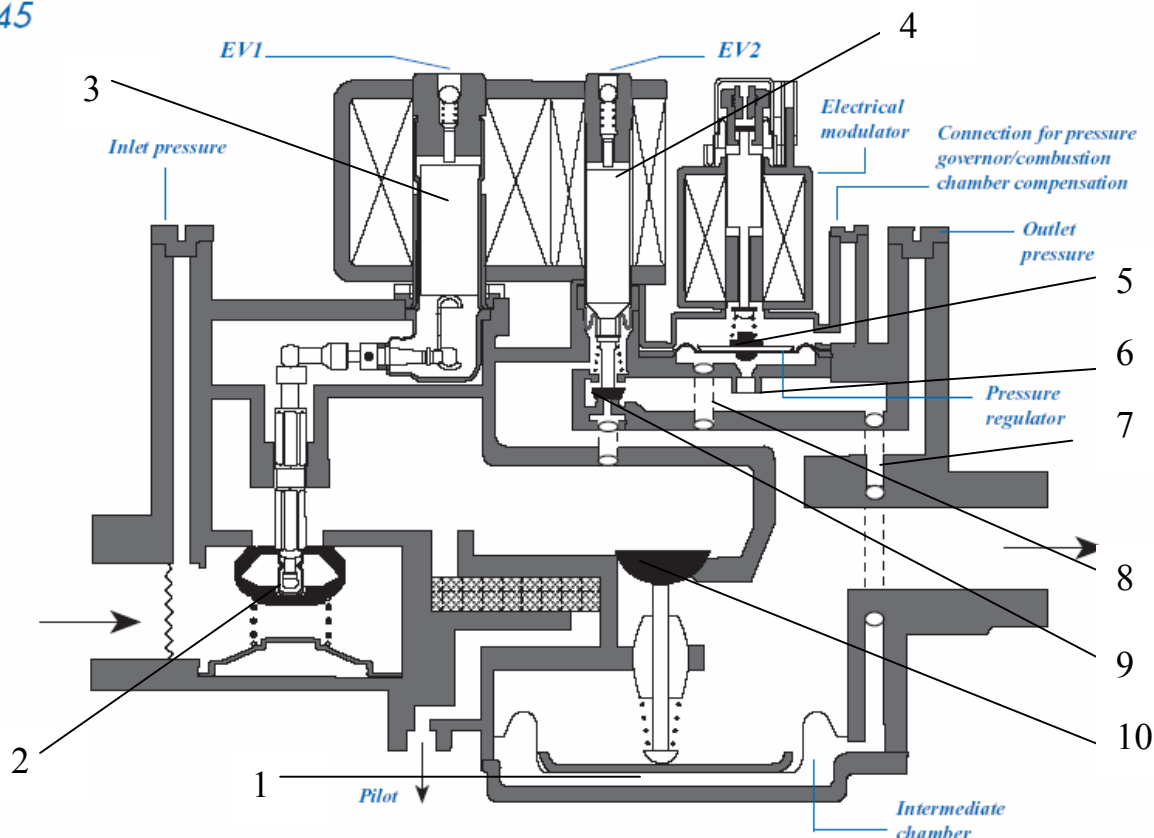

Рисунок 14
У 845 SIGMA в корпусе находится два запорных клапана. При подаче питания на соленоид EV1 (поз.3 рис.14) открывается первый запорный клапан(поз 2рис.14), но при этом подача газа на выход из клапана остается
заблокирована. При подаче питания на соленоид EV2 (поз.4 рис.14)
открывается второй запорный клапан (поз.9 рис.14) газ попадает в полость (6) под мембраной электрического модулятора (5) и по перепускному каналу (7) попадает в полость под основной мембраной(1). Давление под основной мембраной возрастает и в результате открывается главный клапан (10).